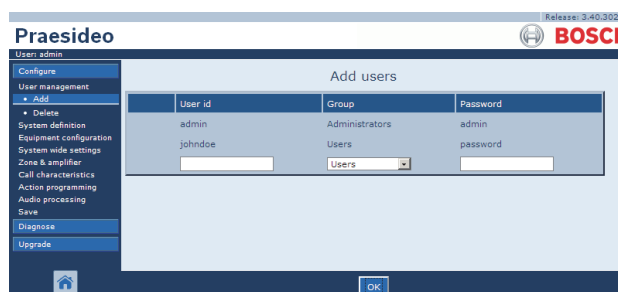

figure 42.4 : Ajout d'un utilisateur, étape 5
- 5 Cliquez sur le bouton *OK* pour activer le nouveau compte. Un écran semblable à celui de la figure 42.4 s'affiche dans le cadre principal de l'interface Web.